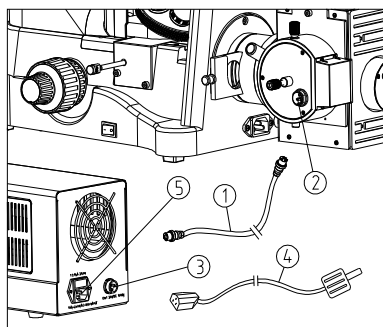

图 12
- (1) 确信显微镜主开关及汞灯电源箱开关均置于“O”（OFF）状态。
- (2) 把电源线①航空插插头的一端对准航空插插座②上的缺口，并插到底，再锁紧螺母。（如图 12）
- (3) 把电源线①航空插插头的另一端连接头用同样的方法连接到航空插插座③中。
- (4) 把电源线④的一端插入汞灯电源箱电源插座⑤中，把另一端插入供电电源插座上。